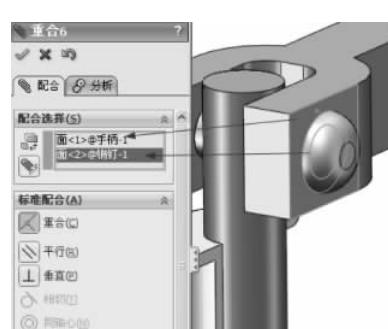

图 3-18 重合配合
(6) 继续进行配合操作, 选择【重合】配合类型 , 在【配合选择】选项组下的选择框中选择手柄外侧平面和销钉的一个平面, 如图 3-18 所示。